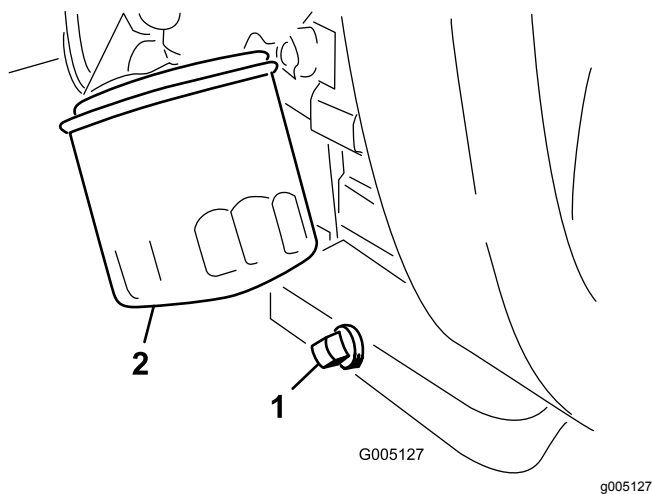

Figura 29
1. Retire o tampão de escoamento (Figura 29) e deixe o óleo escorrer para um recipiente adequado.
2. Limpe os roscados do tampão de escoamento, aplique vedante PTFE e coloque o tampão de escoamento (Figura 29).
3. Retire o filtro do óleo (Figura 29).